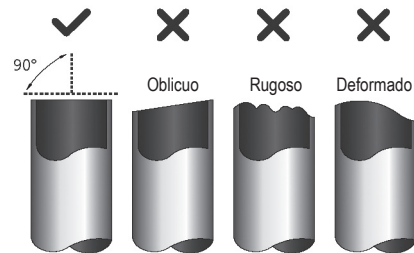

Fig. 6.1
1. Asegúrese de que el tubo se corta en un perfecto ángulo de 90°. En la Fig. 6.1 se muestran ejemplos de malos cortes